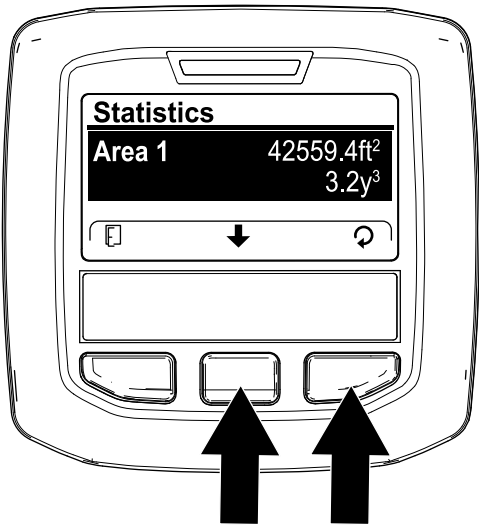

Рисунок 106
1. На экране STATISTICS (СТАТИСТИКА) нажимайте среднюю кнопку инфо-центра, пока не будет выбрана опция AREA 1 (ЗОНА 1) (Рисунок 106).